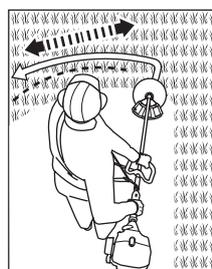

Fig. 14b
5. Passez l'appareil en mouvements lents et réguliers, en décrivant un arc de cercle de gauche à droite, et ramenez l'appareil à sa position de départ avant de passer à la zone suivante (fig. 14b).